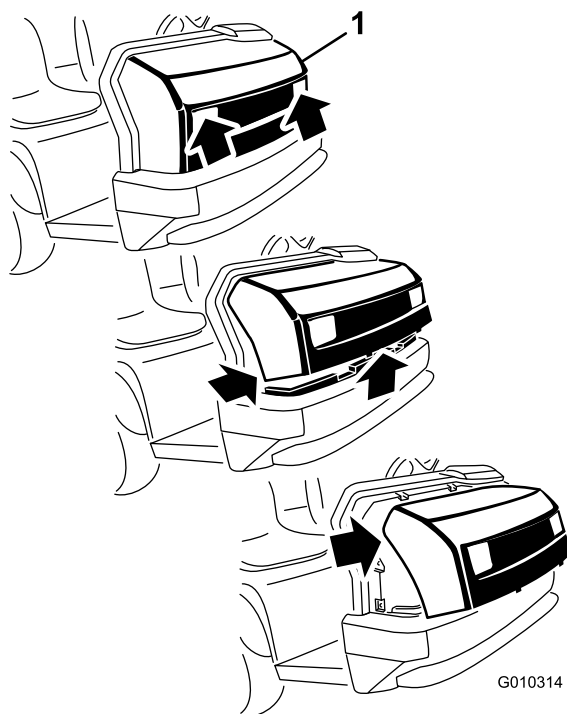

Figure 40
1. Saisissez le capot par les ouvertures des phares et soulevez-le pour dégager les pattes de fixation inférieures des fentes du châssis (Figure 40).
2. Pivotez le bas du capot vers le haut jusqu'à ce que vous puissiez dégager les pattes de fixation supérieures des fentes du châssis (Figure 40).
3. Pivotez le haut du capot en avant et débranchez les connecteurs des fils des phares (Figure 40).